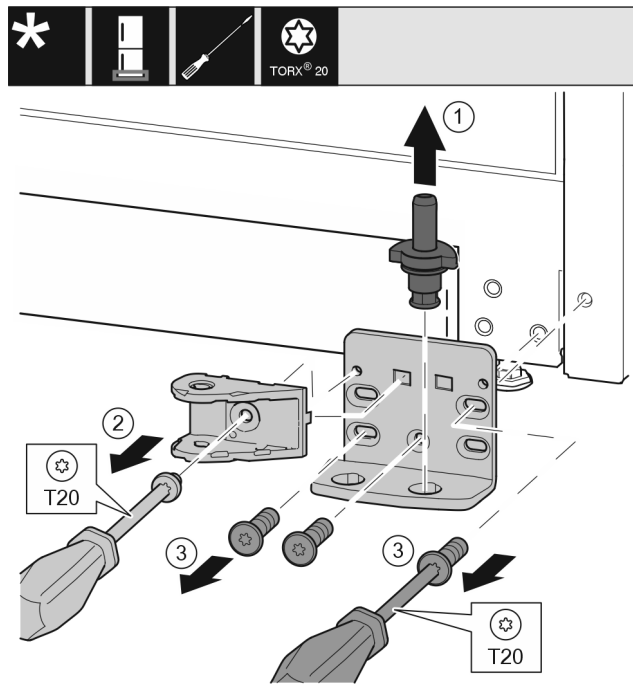

Fig. 30
- Izvucite svornjak ležaja Fig. 30 (1) potpuno prema gore.
- Odvijačem odvrnite vijke Fig. 30 (2) i skinite spojni element prigušivača zatvaranja.
- Odvijačem odvrnite vijke Fig. 30 (3) i skinite podložak ležaja.